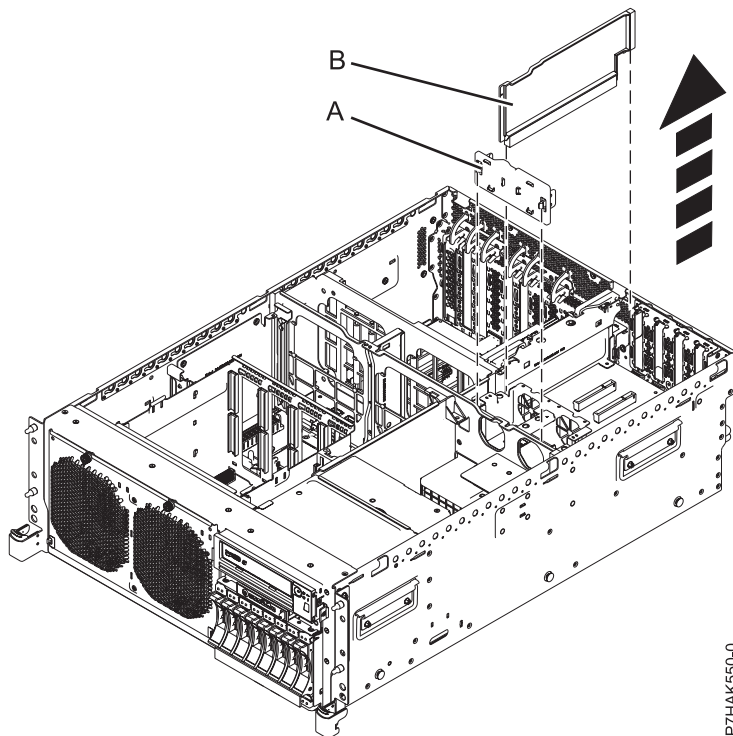

Figura 38. Extracción de deflectores de aire de la tarjeta de expansión en una unidad del sistema montada en bastidor
10. Sujete y extraiga el deflector de aire de plástico negro (**B**) que separa la bahía de la tarjeta de expansión de los adaptadores PCI fijados. Consulte Figura 38.